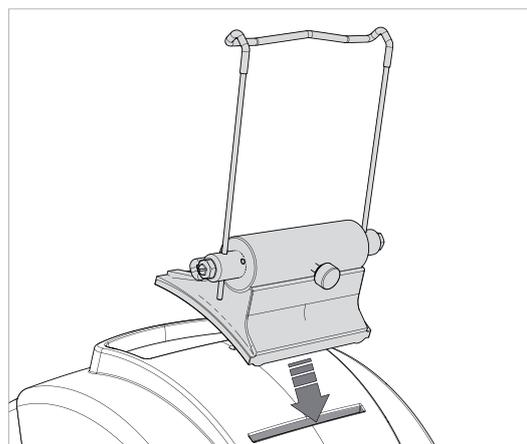

Fig. 14
- 3) Instale o suporte do tablet de maneira que o perfil especial se insira na fenda prevista no cárter superior (Fig. 14).